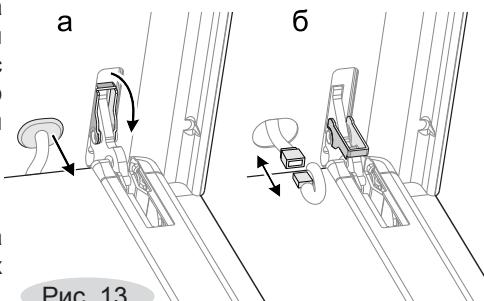

Рис. 13
- Поднимите и поверните до упора рычаги, расположенные на двух шарницах (рис.13 а).
- Снимите резиновое уплотнение шлейфа. Выньте из отверстия в передней стенке разъем шлейфа и разъедините его (рис.13 б).